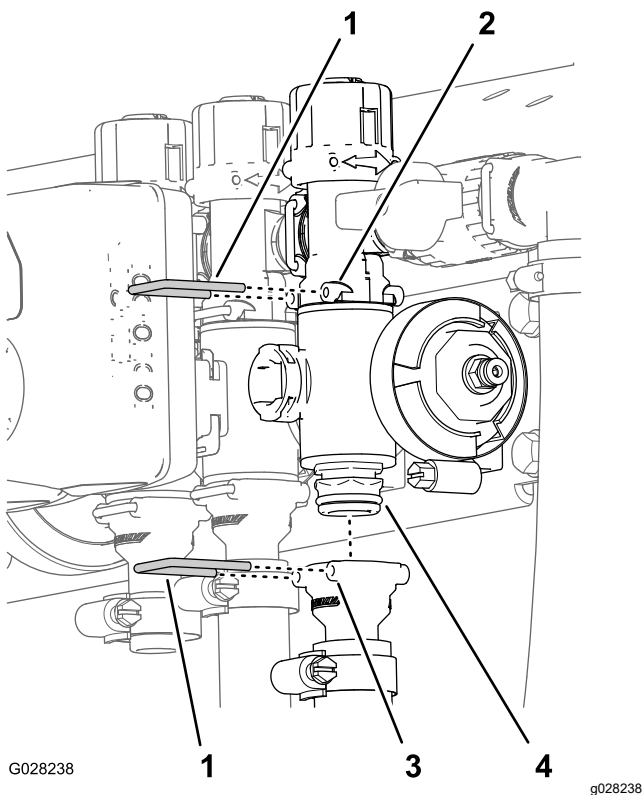

Bild 120
2. Entfernen Sie die Halter, mit denen das Aus-laufanschlussstück am Abschnittsventilverteiler und dem Ventilverteiler am Sicherheitsventil-An-schlussstück befestigt ist (**Bild 120**).